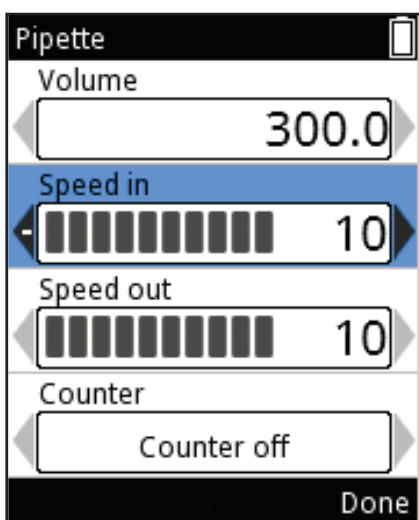

Figura D8.
2. Usare , per evidenziare la Velocità in ingresso e la Velocità in uscita (Figura D8).